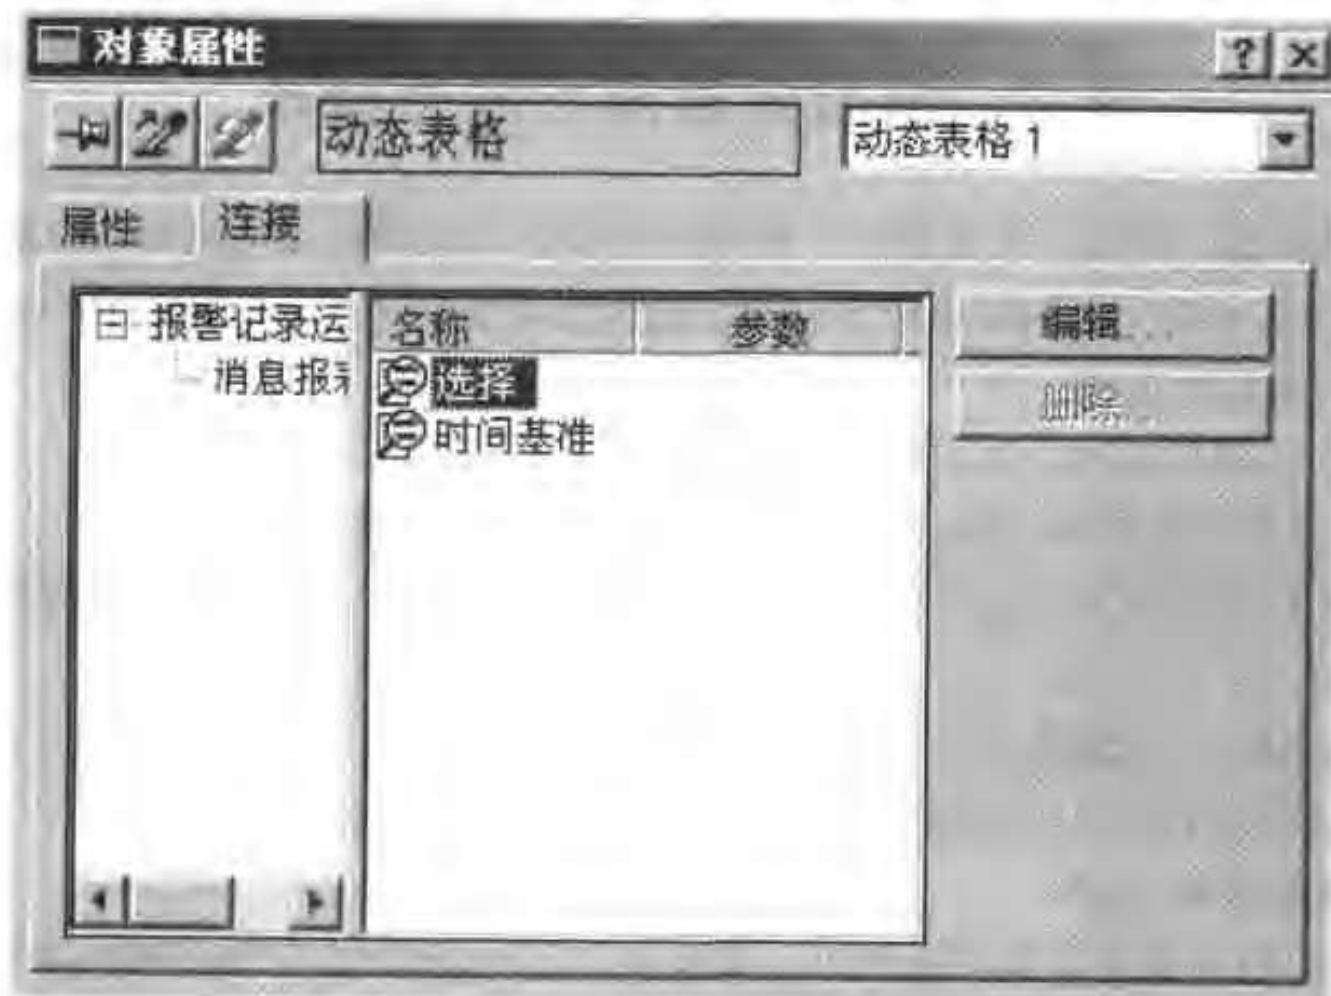

图 9-5 消息报表“对象属性”对话框
- 双击“对象”,打开“对象属性”对话框,选择“连接”选项卡,如图 9-5 所示。